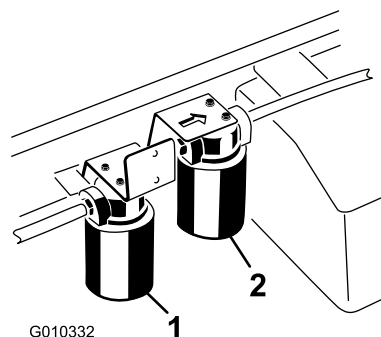

Figura 69
5. Aezai o tavă de golire sub filtru i îndepărtați filtrul (**Figura 69**).
4. Curății suprafața din jurul zonei de montare a filtrului pentru sistemul hidraulic de debit ridicat (Figura 69).